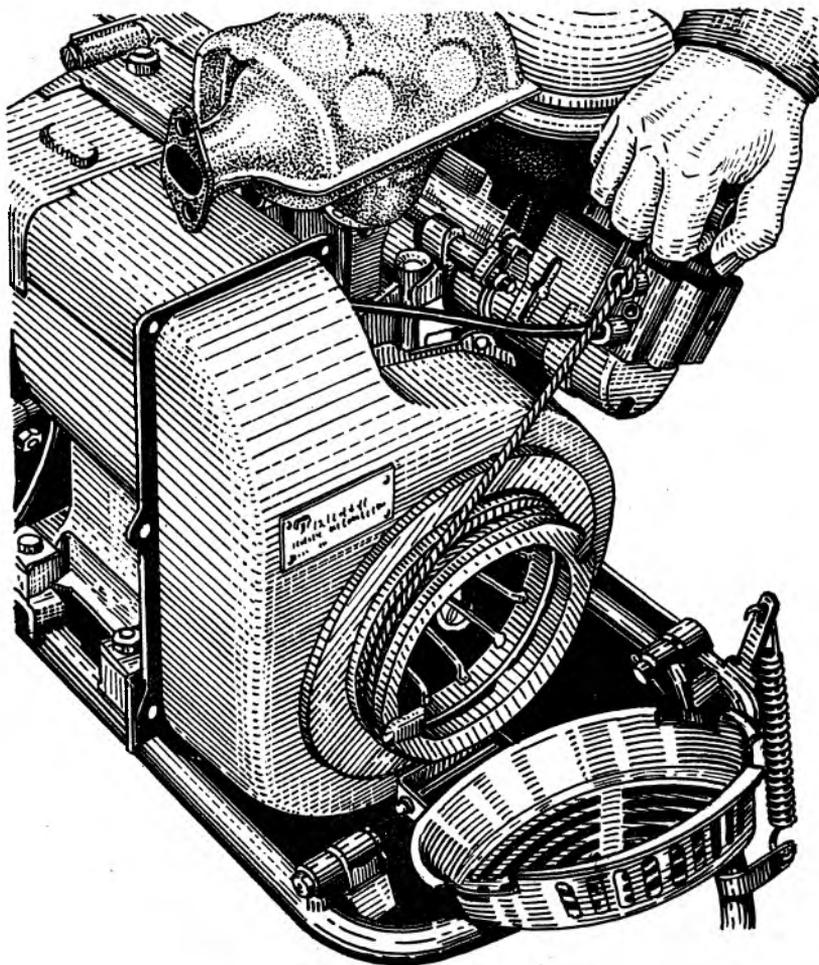

Рис. 17. Запуск двигателя.
6.2.5. Намотайте пусковой шнур (по часовой стрелке, если смотреть на двигатель со стороны шкива) на ручей пускового шкива (см. рис. 17), при этом узел шнура должен войти в паз на боковой поверхности шкива, а расстояние между рукояткой пускового шнура и шкивом должно быть 25–30 см. Поверните коленчатый вал до начала хода сжатия в цилиндре, а затем, резко потянув за пусковой шнур, запустите двигатель.